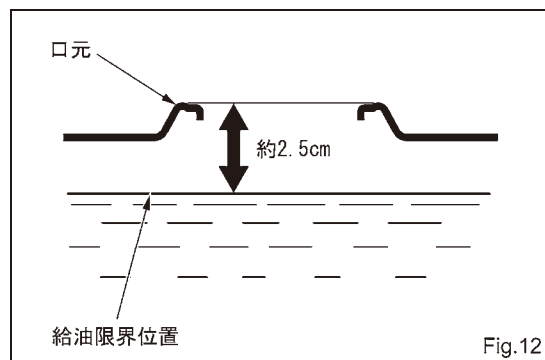

Fig.12
- エンジンを水平にし、燃料タンクキャップを外し、注入口よりガソリンの量を点検します。少ない場合は給油限界位置を超えないように補給してください。(Fig.12)